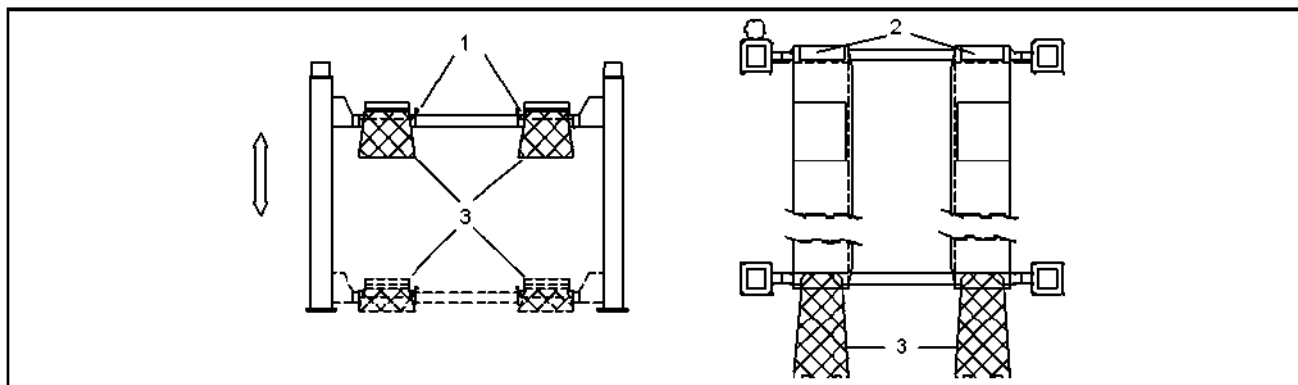

Рис. 9
Две платформы для подъема машин (рис.9, поз. 1) опираются на траверсы. Левая платформа жестко прикреплена к траверсам, тогда как правая платформа подвижна и может скользить в горизонтальной плоскости, для возможности адаптировать подъемник под подъем автомобилей различной ширины. Обе платформы дополнены тормозами (2) для того, чтобы колеса автомобиля могли быть зафиксированы, чтобы предупредить возможное смещение автомобиля за край подъемника.